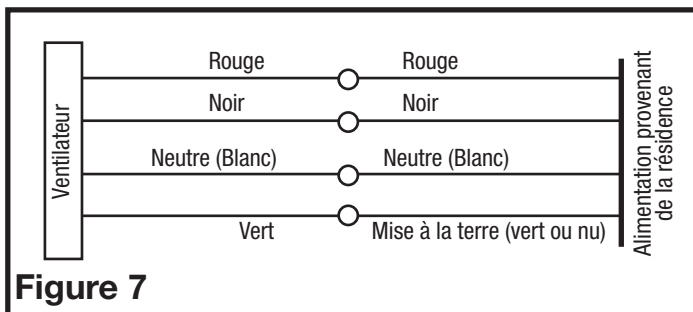

Figure 7
- 3b. À partir de l'endroit où vous avez choisi d'accéder à la boîte de jonction du ventilateur, connectez le fil blanc de la maison au fil blanc du ventilateur. Connectez le fil de la position automatique sur l'interrupteur mural au fil noir du ventilateur, connectez le fil de la position manuelle sur l'interrupteur au fil rouge du ventilateur. Connectez le fil de terre de la maison au fil vert du boîtier du ventilateur (**Figure 7**). Utiliser des méthodes approuvées pour toutes les connexions.